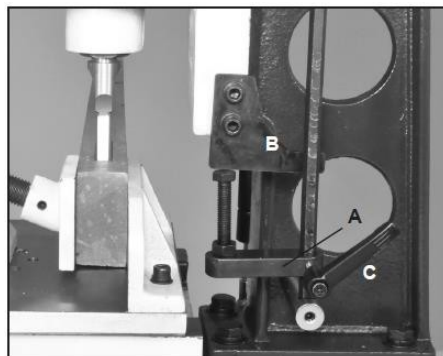

Рис. 14
2. Установите стопорную пластину (поз. 81, Рис. 14, А) на направляющем стрержне колонны (поз. 10) так, чтобы болт (поз. 79) уперся в ограничительную пластину (поз. 12), расположенную на головке станка.